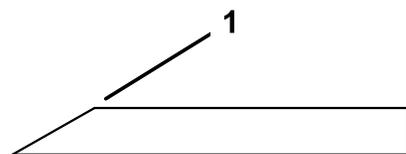

Рисунок 38
- Заточите напильником режущую кромку на обоих концах ножа (Рисунок 38).